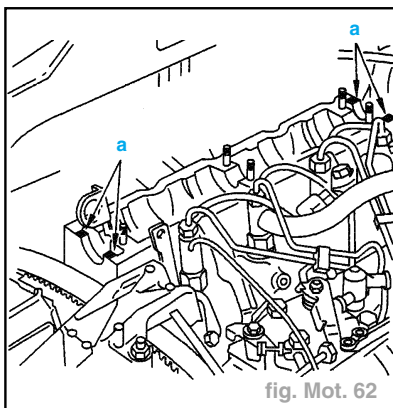

fig. Mot. 62
- Déposer une fine couche de produit d'étanchéité **E7** en (a) (fig. Mot. 62).